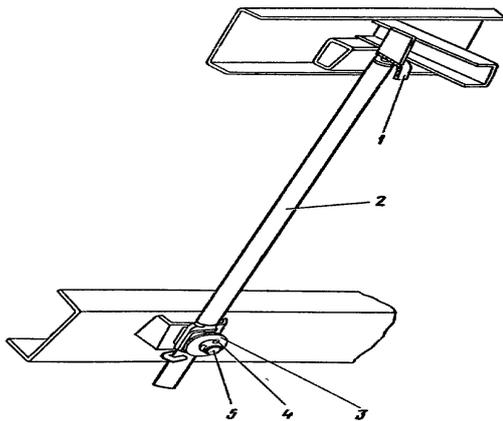

Рис.17. Стойка предохранительная.
5.9. Стойка предохранительная (рис.17). Предохранительная стойка предназначена для удержания порожней платформы в поднятом положении при проведении технического обслуживания.